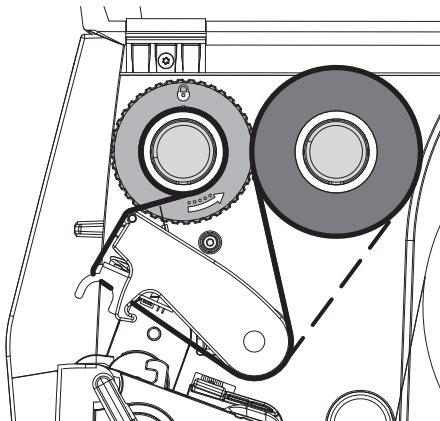

Bild 13 Transferfolienlauf
5. Position des Randstellers auf dem Aufwickler an Breite des Folienkerns (4) anpassen und Folienkern auf den Aufwickler (2) schieben.
6. Transferfolie wie in Bild 13 durch die Druckbaugruppe führen.
► Transferfolie über den Etikettensensor (6) führen.
7. Transferfolienanfang mit einem Klebestreifen mittig am Folienkern (4) fixieren. Hierbei die Rotationsrichtung des Transferfolienaufwicklers entgegen dem Uhrzeigersinn beachten.
8. Transferfolienaufwickler (2) entgegen dem Uhrzeigersinn drehen, um den Transferfolienlauf zu glätten.